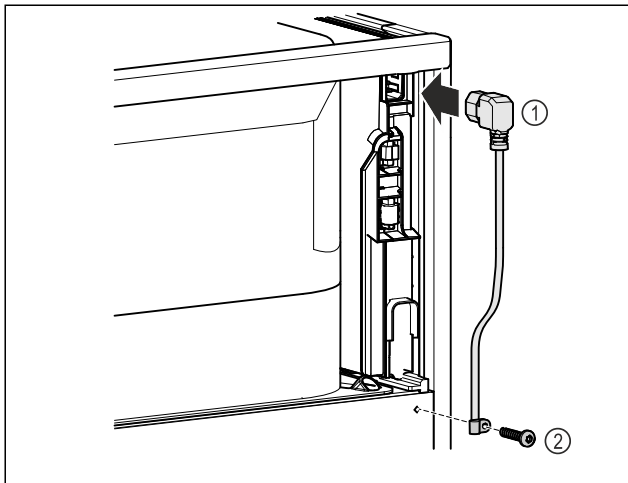

Fig. 11
- ▶ Dugja be a hálózati csatlakozóvezeték csatlakozóaljzatát Fig. 11 (1) a készülék hátoldalába.
- ▶ Szerelje fel a tehermentesítőt. Fig. 11 (2)